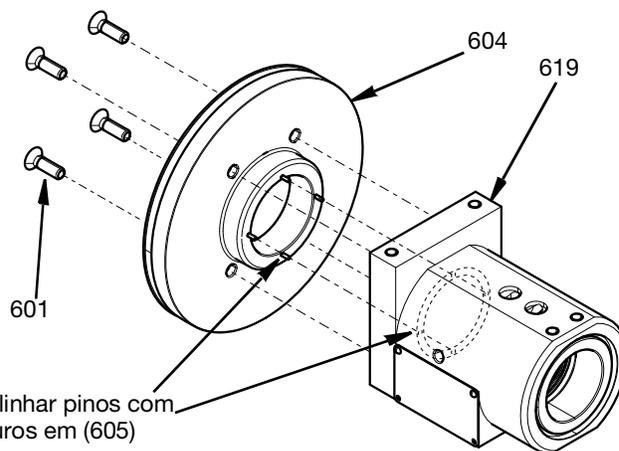

FIG. 23
3. Ligar a caixa de rolamentos (604) à caixa do suporte giratório (619) com quatro parafusos M5 (601). Apertar para 29,2 pol-lbs (3,3 N•m) Observar os quatro pinos na linha da caixa de rolamentos e encaixar nos quatro orifícios do adaptador do anel de ar (605). Consulte a FIG. 23.